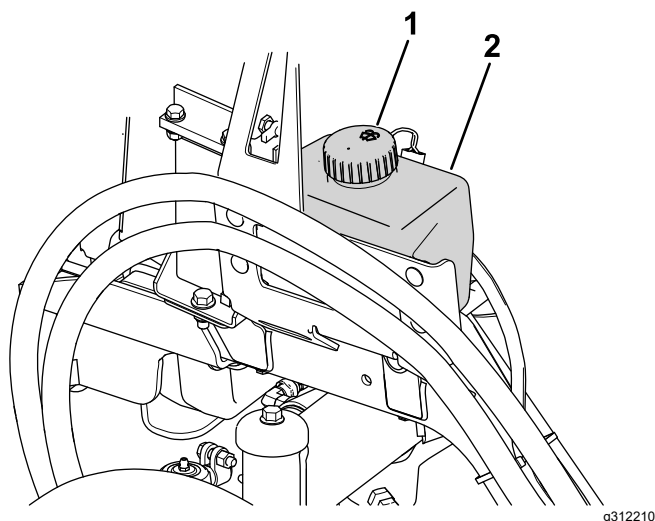

Bild 88
1. Entfernen Sie den Deckel (Bild 88) vom Flüssigkeitsbehälter.